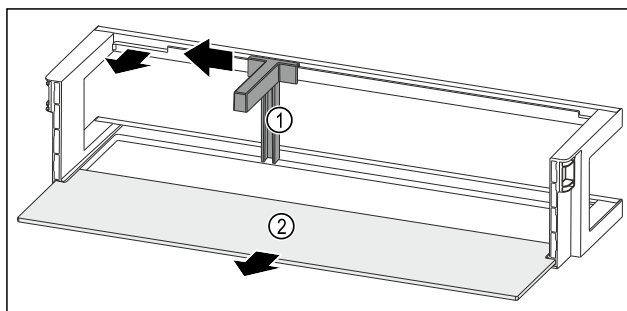

Fig. 51 Дверная полка с держателем для бутылок и съемной полкой
- ▶ Сместите держатель для бутылок Fig. 51 (1) до выемки в сторону.
- ▶ Извлеките держатель для бутылок Fig. 51 (1).
- ▶ Извлеките съемную полку Fig. 51 (2).